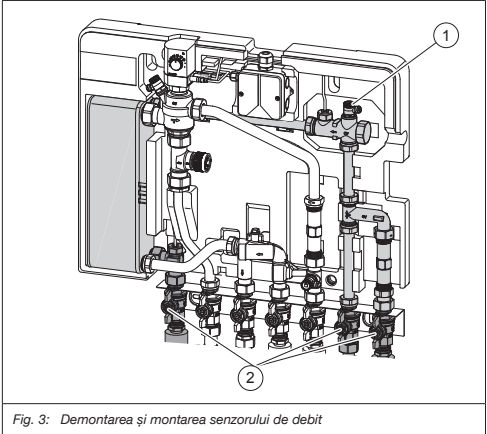

Fig. 3: Demontarea și montarea senzorului de debit
1. Închideți cei 3 robineti sferici marcați (vezi fig. 3 (2)) din setul de racordare.
2. Deschideți ventilul de aerisire (vezi fig. 3 (1)) al senzorului de debit pentru a depresuriza conducta.